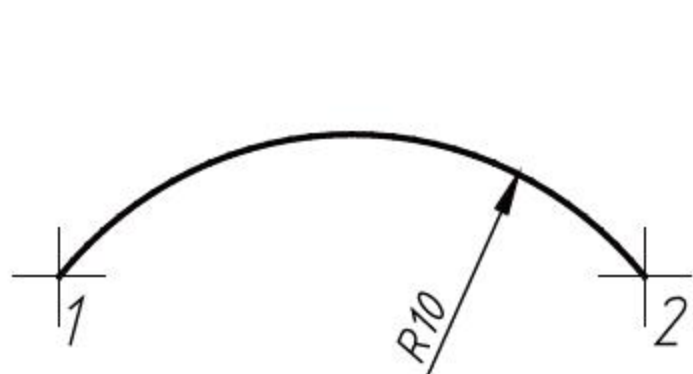
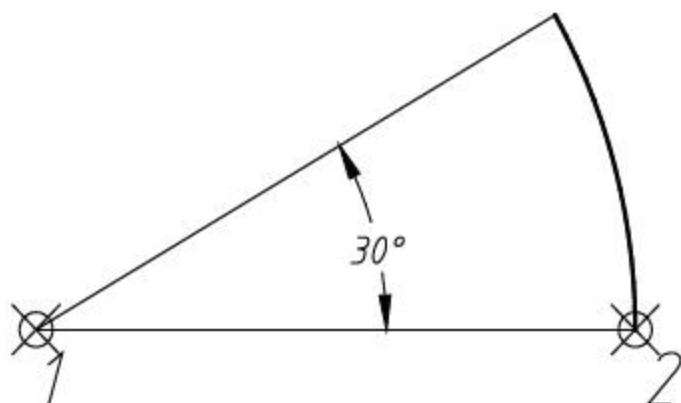

图3-63 指定起点、端点、半径绘制圆弧
图3-64 指定圆心、起点、角度绘制圆弧
- 起点、端点、半径 (R): 通过指定圆弧的起点、端点和圆弧半径绘制圆弧, 如图3-63所示。
- 圆心、起点、端点 (C)：以圆弧的圆心、起点、端点方式绘制圆弧。
- 圆心、起点、角度 (E)：以圆弧的圆心、起点、圆心角方式绘制圆弧，如图3-64所示。